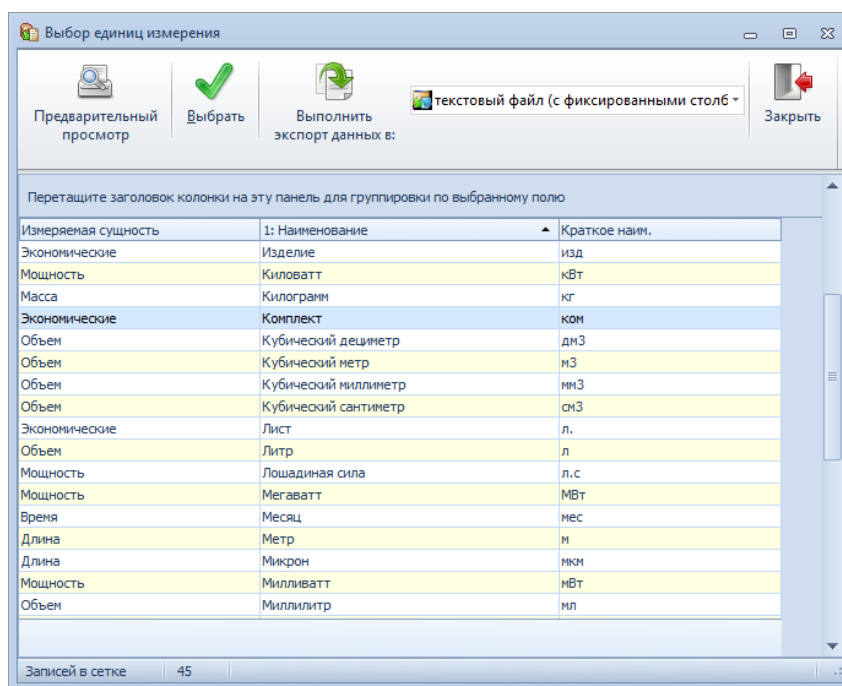

Рисунок 210. Пример выбора дополнительной единицы измерения
В результате — откроется окно «**Выбор единиц измерения**» (рис. 210).
2.1.2 В списке единиц измерения выбрать нужную позицию и выделить её щелчком левой кнопки мыши (см. рис. 210).